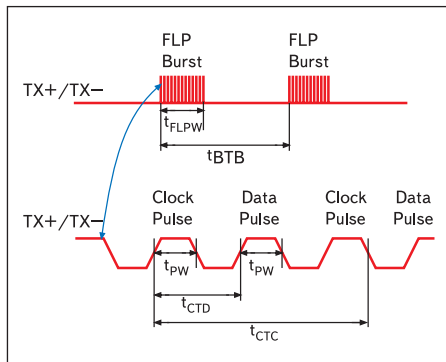

Рис. 17. Диаграмма импульсов FastLinkPulse
• Микросхема должна выдавать в линию импульсы FastLinkPulse. Измерить нормальную форму пульса FastLinkPulse на Tx+/- (или на Rx+/-, если установлен режим инверсии входов/выходов) — они будут передаваться каждые 16 мс, при этом сетевой кабель не подключается. Форма импульса показана на рис. 17. Параметры импульсов приведены в таблице. Напомним, что вместо реальной сети у нас пока еще установлена заглушка. Если данные импульсы передаются и принимаются, то микросхема должна активизировать светодиод LINK. Если есть светодиод, «отвечающий» за режим линии 100 Мбит, то он тоже должен быть активизирован. Те же действия можно проделать и для режима 10 Мбит, с той